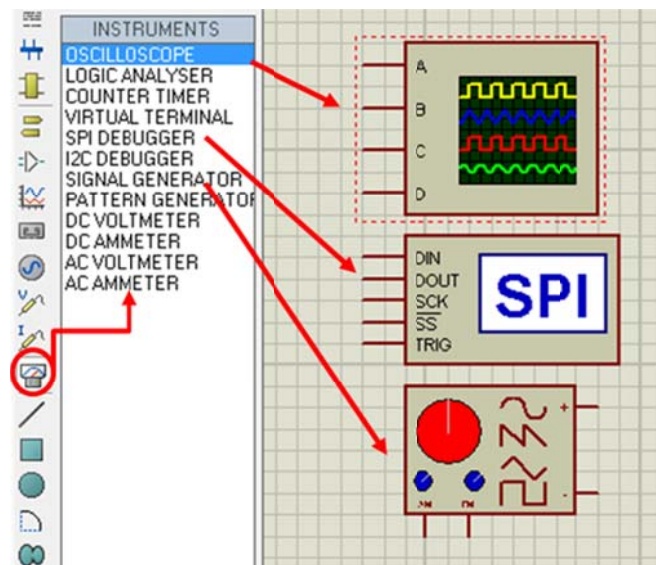

Figura 1
1. Implementar un circuito en el simulador Proteus que modele el conversor ADC de 12 bits MCP3204 y el conversor DAC de 12 bits MCP4921 de la placa UNI-DS3, así como los dip switches relacionados. Incluir además un analizador de protocolo SPI, que permita la monitorización de las tramas. Como fuente de señal analógica se utilizará el instrumento 'SIGNAL GENERATOR' del simulador, la salida del DAC será monitorizada mediante 'OSCILLOSCOPE' (figura 1).